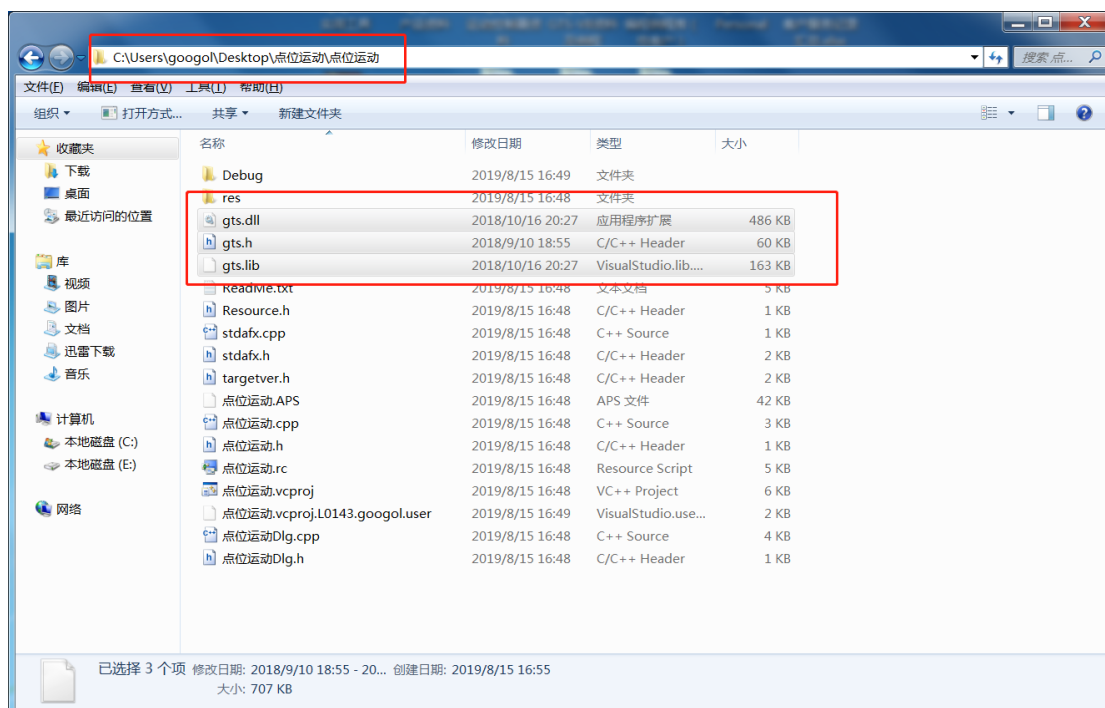

图 13
3、将产品配套光盘Windows\dll文件夹中的动态链接库、头文件和lib文件复制到工程文件夹中，如图13